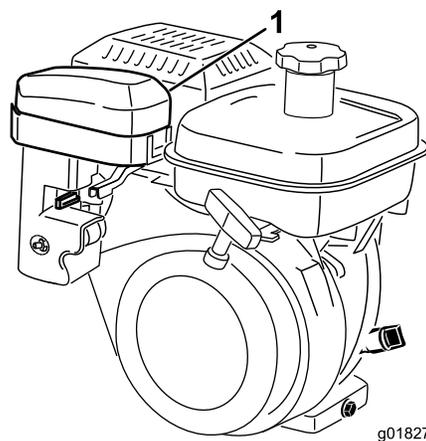
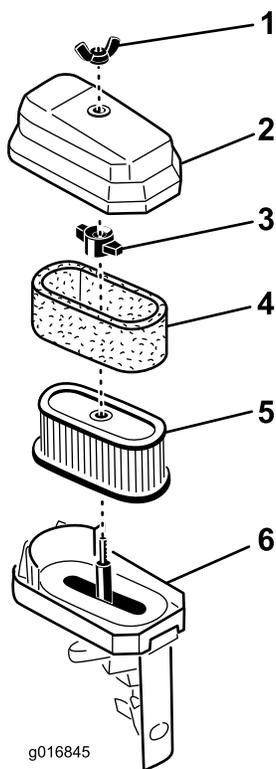

図 36
図 37
3. カバーを清掃する 図 36 と 図 37。
4. スポンジエレメントを点検し、汚れていればペーパーエレメント 図 37 から外して以下の方法で洗浄する